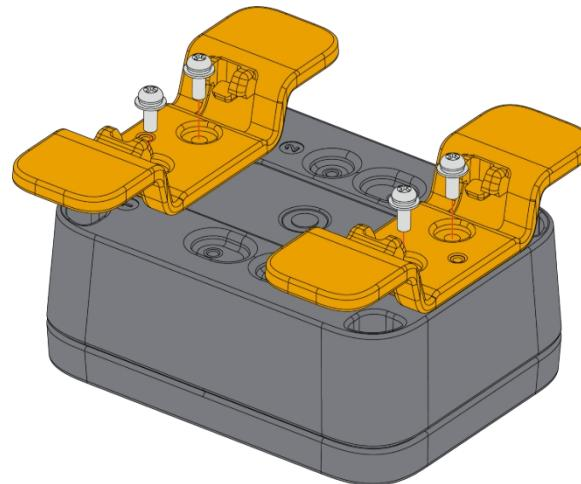
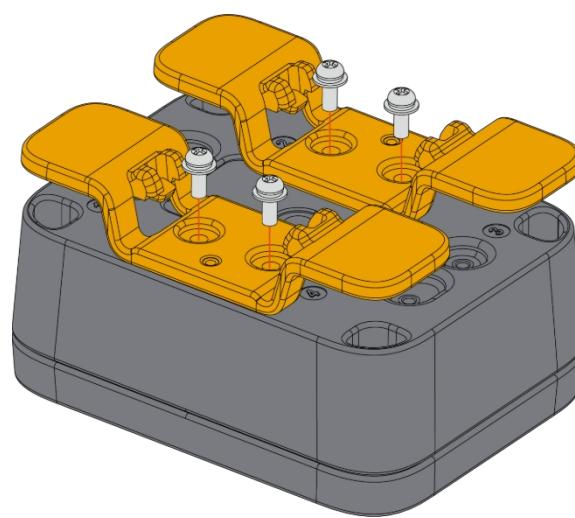

Abbildung 23: Befestigung der DIN-Halterung an den Positionen 1 und 3 des Gehäuses
Abbildung 24: Befestigung der DIN-Halterung an den Positionen 2 und 4 des Gehäuses
2. Befestigen Sie die mit dem Buchstaben **F** gekennzeichnete DIN-Halterung mit vier (4) M3*8-mm-Kopfschrauben mit Unterlegscheibe am WisBlock Unify-Gehäuse. Platzieren Sie sie an den festen Positionen Nr. **1 und 3** oder Nr. **2 und 4** des Gehäuses, wie in **Abbildung 23** und **Abbildung 24** dargestellt.